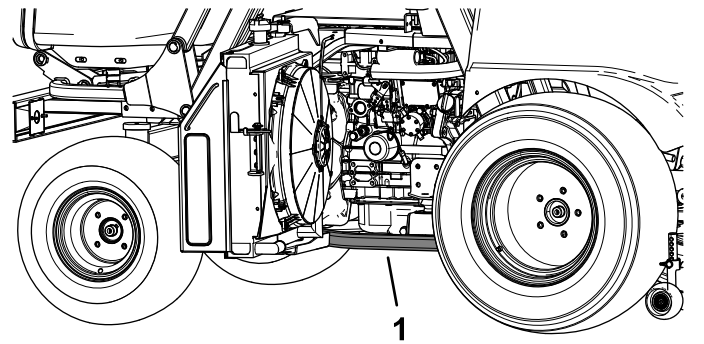
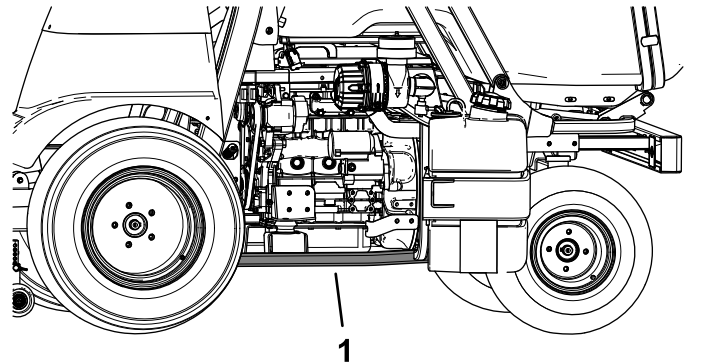

Figura 38
Figura 39
2. Posizionate un martinetto sotto al tubo del telaio (Figura 38 e Figura 39), direttamente sotto al tubo del ROPS e comunque il più vicino possibile.